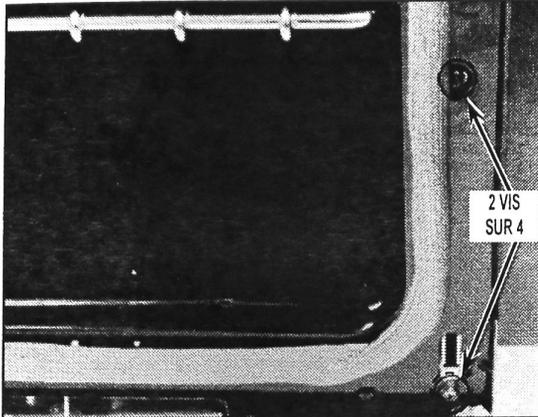

FIGURE 1
1. Vérifier que toutes les vis du cadre de la porte fixant le cadre avant au support de charnière sont serrées (voir Figure 1). Si l'on remarque que l'une de ces vis est desserrée, la resserrer et vérifier si le couinement se fait toujours entendre.